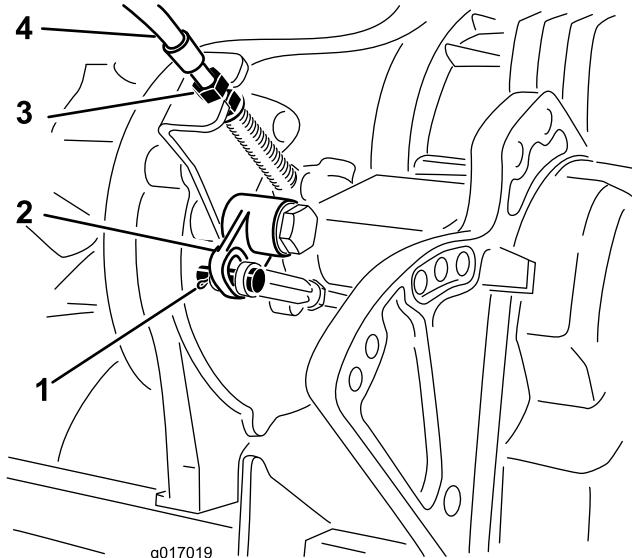

図 46
**注** たるみがある場合には、バルクヘッド図 46についているジャムナットを調整してたるみを取るスプリングを伸ばさない。
- 4. ベルクランクロッドのクレビスをベルクランクレバーに固定しているコッターピンとクレビスピニを外す図 46。
- 5. ベルクランクレバーからクレビスを外す図 46。
- 8. トランスマッションのバルクヘッド図 46で、先ほどの調整に合わせてケーブルのジャム